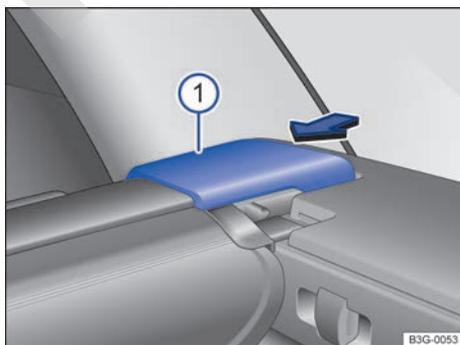

Fig. 125 En el maletero: desmontar la cubierta del maletero. ▶
- Empuje la tapa de la cubierta → fig. 125 ⓘ en el sentido de la flecha y manténgala en esa posición.
- Suelte la tapa de la cubierta → fig. 125 ⓘ.
- Presione la tapa de la cubierta → fig. 125 ⓘ en el sentido de la flecha y manténgala en esa posición.
- Coloque la cubierta en el alojamiento derecho tal y como se muestra → fig. 125.